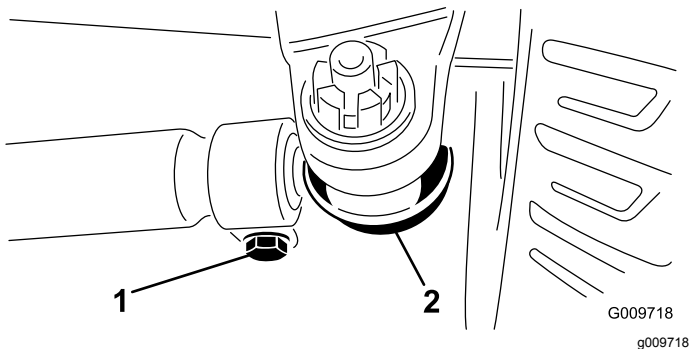

Рисунок 54
2. Для регулировки снимите шплинт и гайку с любой шаровой опоры тяги (Рисунок 54).
4. Ослабьте зажимы на обоих концах поперечных тяг (Рисунок 54).